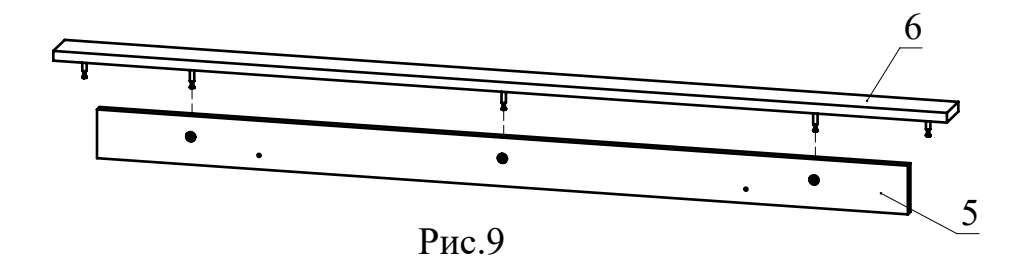

Рис.9
9. Установите деталь 6 на деталь 5 и затяните головки минификсов (Рис. 9).